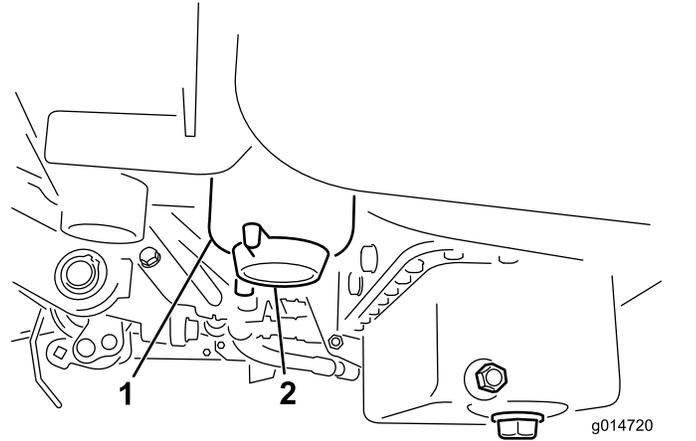

图 34
3. 打开燃油滤清器上的排油塞大约旋转一周排干积水 图 34。